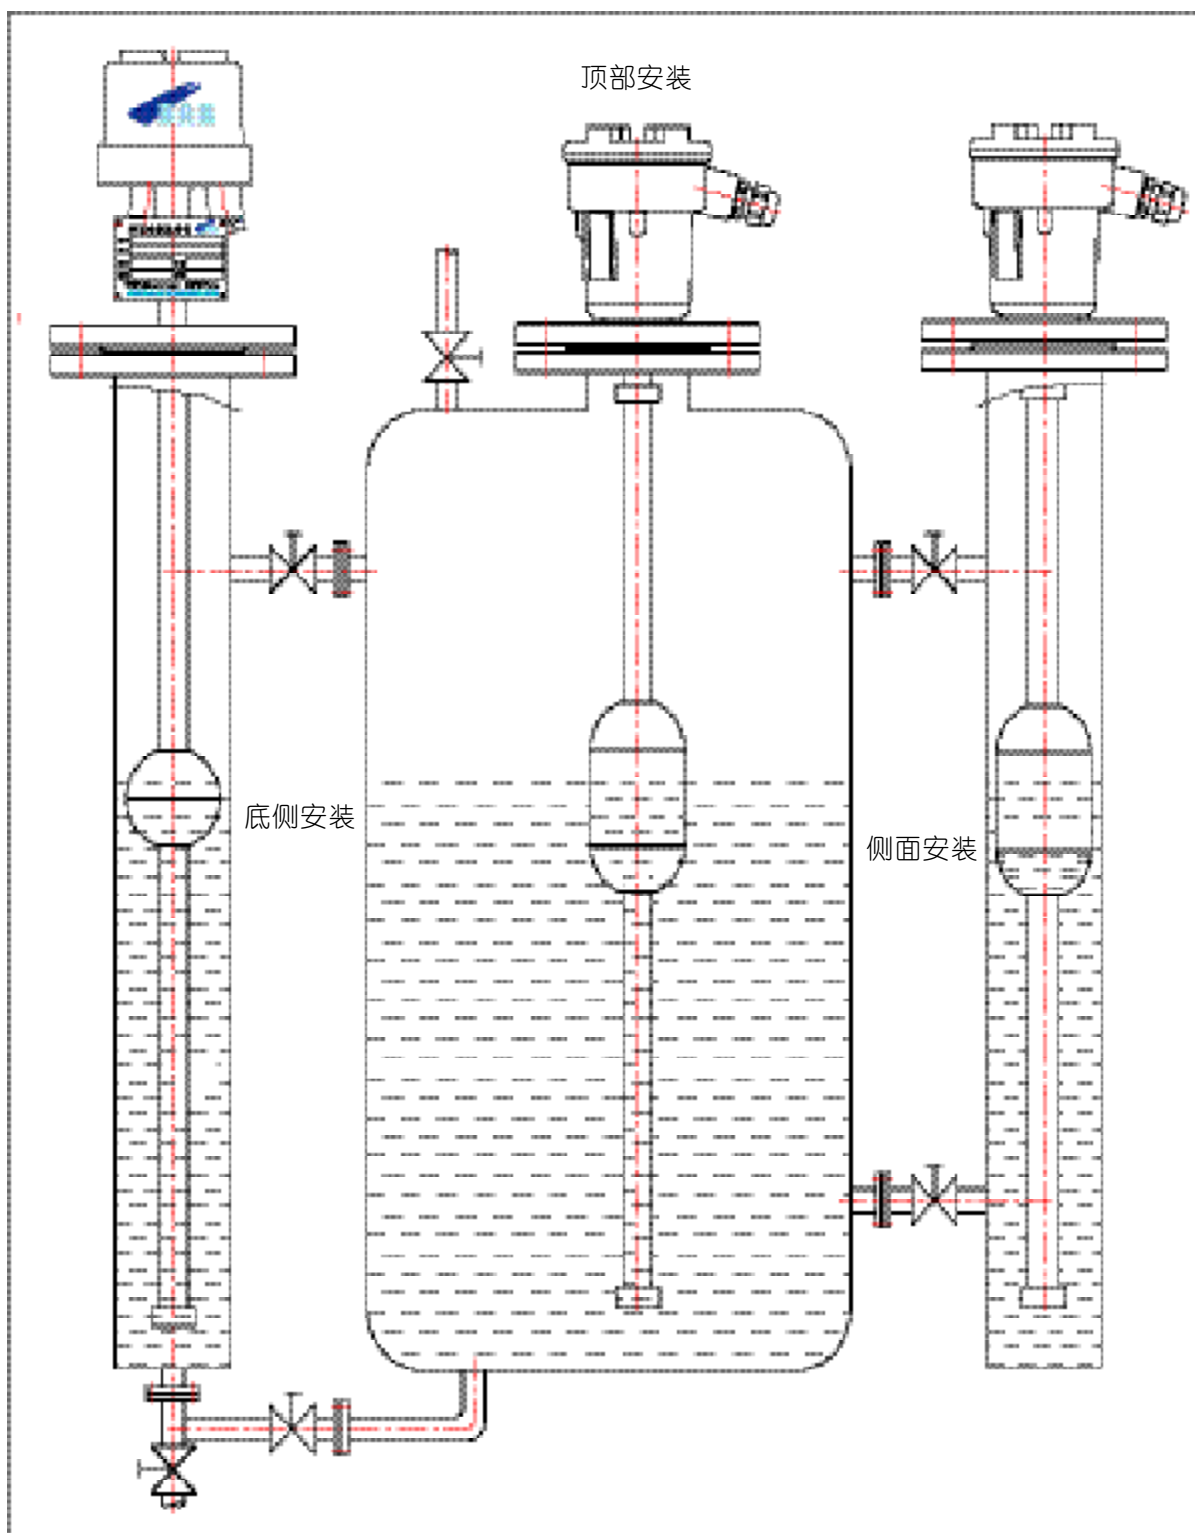
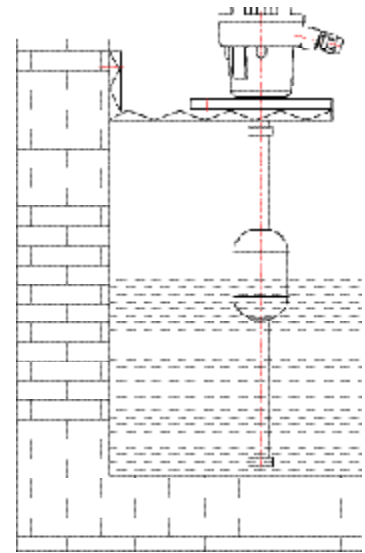

图3 密闭容器的安装
图 4
根据储存介质容器的不同，可以采用顶部安装和外部安装形式，具体形式见图 3；对于敞口或非金属容器，可以采用顶部支架安装。具体形式见图 4。
3. 安装方式参考图 4 或图 5，须配置使用标准外接容器的，定货时应注明；